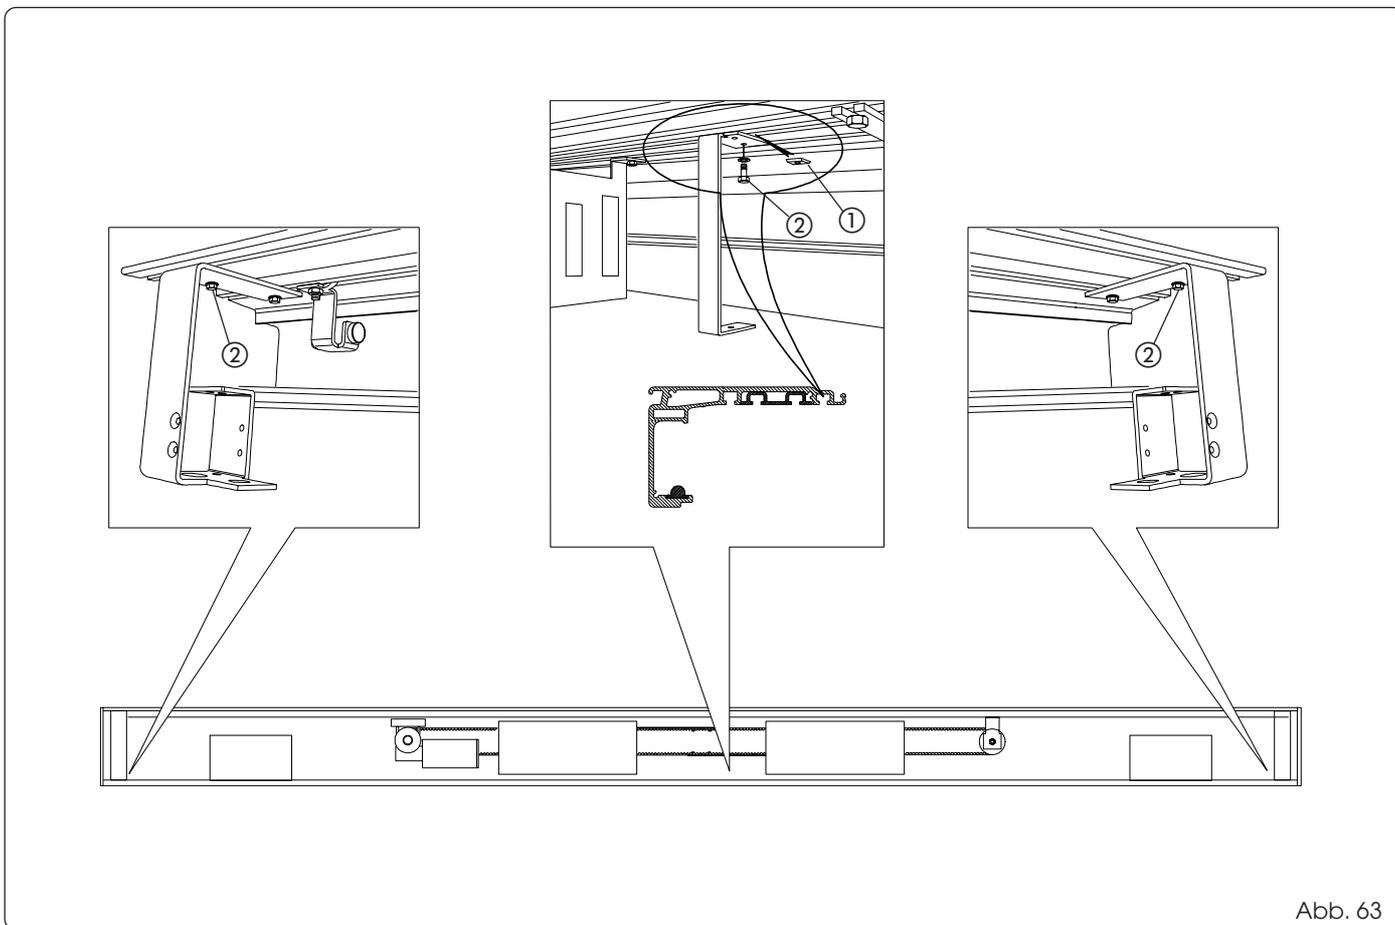

Abb. 63
Weitere zwei Plättchen in der Mitte des Querträgers für die Befestigung der mittleren Bügel einsetzen, siehe Abb. 63 Bez. ①. Die drei Bügel mit den entsprechenden Schrauben laut Angaben in Abb. 63 Bez. ② befestigen.